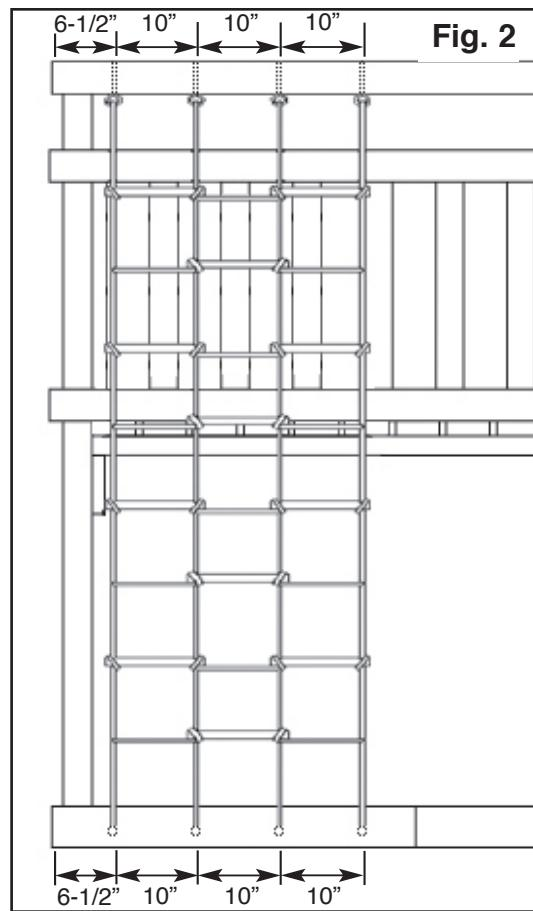
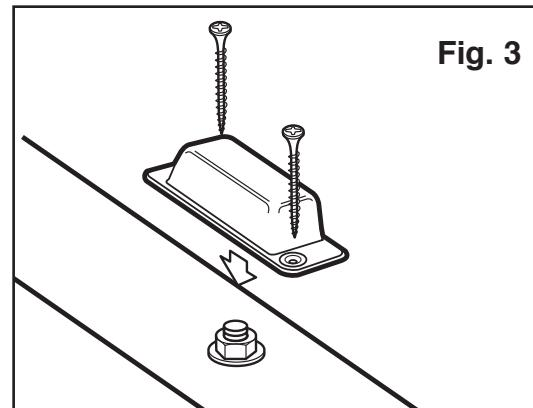

Fig. 2
Fig. 3
5. Percer quatre trous de 5/16 po dans la planche supérieure et quatre 3/8 po dans la planche inférieure comme le montre la figure 2. **NOTA :** Percer la pièce de 2 po x 4 po de part et d'autre à partir de la face inférieure. Insérer les boulons à œil du filet d'escalade dans les trous à partir du dessus de la pièce de 2 po x 4 po et les fixer solidement avec une rondelle et un écrou de blocage (voir Fig. 3). **NOTA :** Utiliser une scie à métaux pour couper l'excédent des boulons le plus près possible de l'écrou de blocage.
6. Installer les cache-boulons comme le montre la figure 3. Fixer les cache-boulons à l'aide de vis de 2 po.